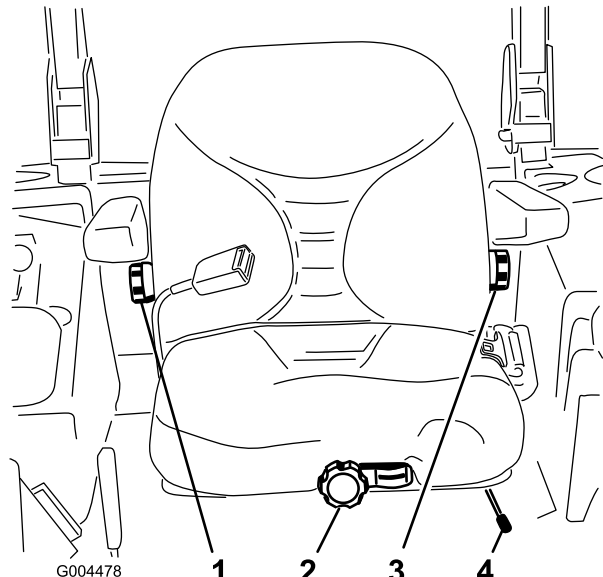

図 20
1. 調整は、レバーを横に動かしてシートのロックを解除して行う(図 20)。
運転席に座らずに、座席前部にあるノブを、オペレータの体重に合わせてセットします(図 20)。
調整は、右側アームレストの下にあるノブを回して行います(図 20)。
調整は、左側アームレストの下にあるノブを回して行います(図 20)。